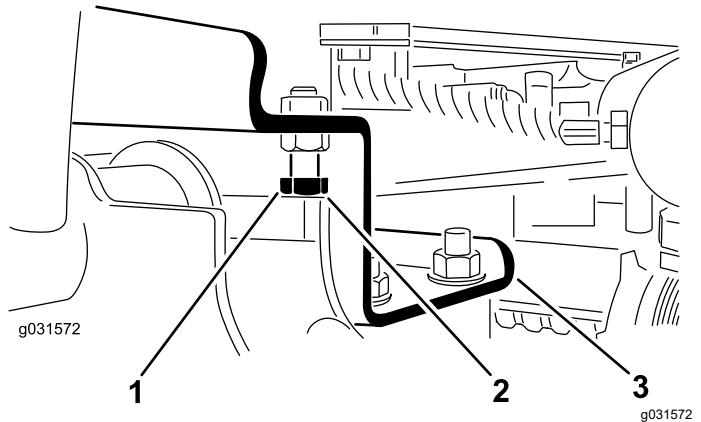

Figura 12
- Allentate i bulloni di arresto (Figura 12).
- Verificate che il gioco tra ciascun braccio di sollevamento e il bullone di arresto sia compreso tra 0,13 e 1,02 mm, come illustrato nella Figura 12.